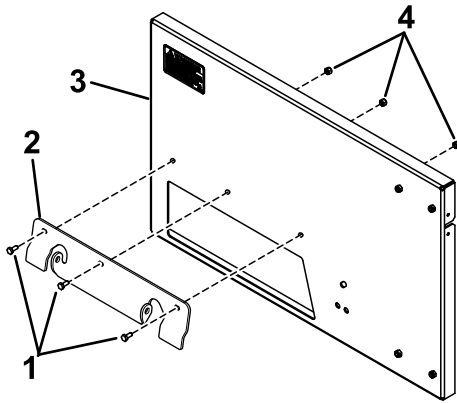

Figure 2
2. Fixez le support sur le panneau arrière à l'aide de 3 boulons (1/4" x 5/8") et 3 contre-écrous (1/4") (Figure 2).